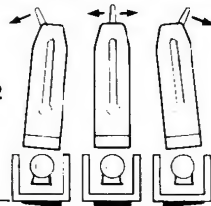

FIG. 12
Sight down the base and move lateral adjusting lever (10), as in Fig. 12.
Regarder la semelle du rabot et déplacer le levier de gauchissement (10) comme illustré à la Fig. 12.
Prüfen Sie, ob das Eisen parallel zur Sohle liegt. Wenn notwendig, korrigieren Sie dies mit Hilfe des Seiteneinstellhebels (10) (Abb. 12).
Mirar la base del cepillo y mover la palanca de ajuste lateral (10) como en la Fig. 12.